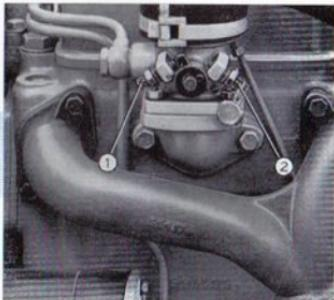

FIG. 38. — Vis de réglage du régime moteur.
- 2° Réglage le régime à vide du moteur, **CE DERNIER ÉTANT CHAUD** : 600 t/mn (ralenti à vide), 2,450 t/mn (maximum à vide) en agissant sur les vis du diffuseur (voir fig. 38).